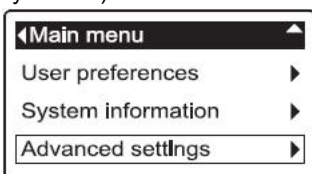

РИС. 67
1. С любого прокручивающегося экрана статуса нажать кнопку ВЫБОР (O) для отображения **Главного меню**.
2. Нажать кнопку ВНИЗ (▼) и прокрутить опции меню до выделения надписи **Дополнительные установки** (См. Рисунок 67).